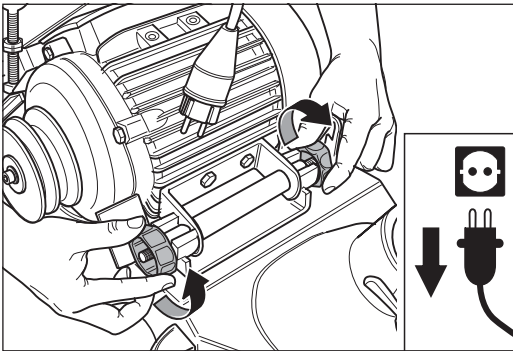

Abb. 87 Die beiden Motormuttern lösen.
- 4 Lösen Sie die beiden Motormuttern an der Motoraufhängung (Abb. 87).